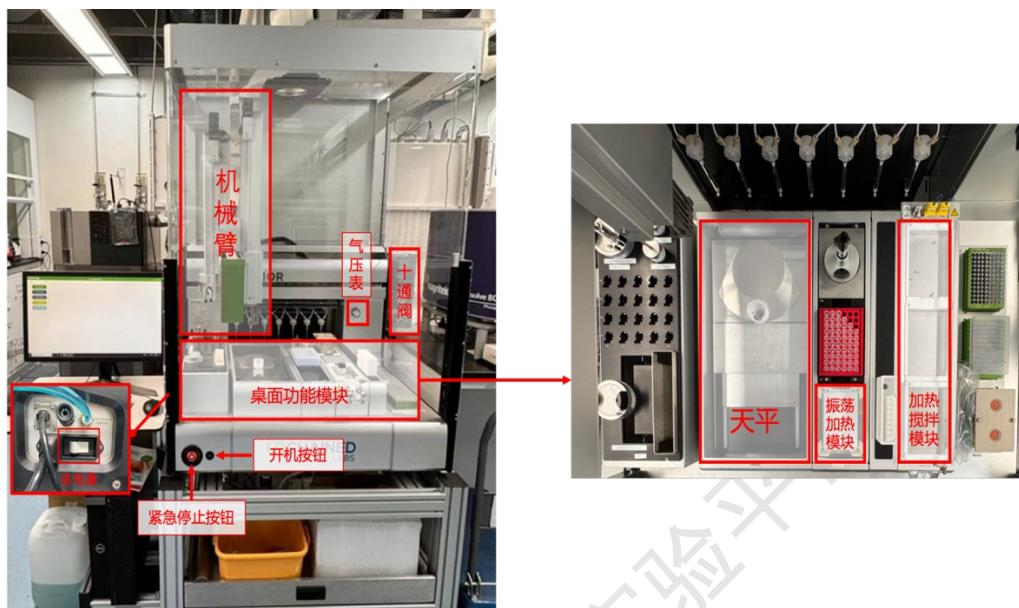

图 6-1-1 仪器组成实物图
**紧急停止 (Emergency Stop, E-Stop):** 仪器配备有红色紧急停止按钮(见图 6-1-1), 在可预见的危险将要发生时, 请务必立即按下紧急停止按钮。该按钮按下后, 仪器将会立刻终止机械臂的当前动作, 并使仪器处于断电状态。(注意: 紧急停止后进行中的实验无法恢复继续, 如仅需暂停实验, 可在 Automation Studio 软件中点击